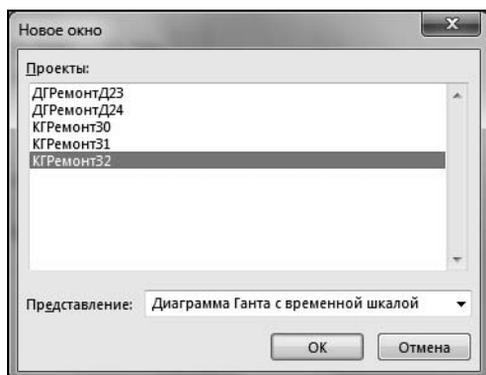

Рис. 8.18. Диалоговое окно команды **Новое окно**
6. Выбрать вкладку **Вид** ленты меню и в области **Окно** щелкнуть левой кнопкой мыши по кнопке **Новое окно**. В результате откроется окно со списком всех открытых проектов (рис. 8.18).
7. Нажав клавишу <Ctrl> и удерживая ее, с помощью левой кнопки мыши выделить проекты, которые должны быть включены в комплексный график (в рассматриваемом примере это **ДГРемонт23**, **ДГРемонт24**, **КГРемонт30**, **КГРемонт31** и **КГРемонт32**), и нажать кнопку **ОК**, а для отказа от формирования комплексного графика — кнопку **Отмена**. Предварительно с помощью раскрывающегося списка **Представление** можно выбрать желаемое представление. В результате выполнения этой команды в новом окне сформируется комплексный график. В него будут включены все файлы, выделенные в показанном на рис. 8.18 окне.
3. Выбрать вкладку **Вид** и в области **Окно** нажать кнопку **Новое окно**. В результате откроется окно со списком всех открытых проектов (см. рис. 8.18).
8. Выбрать вкладку **Вид** ленты меню и в области **Окно** щелкнуть левой кнопкой мыши по кнопке **Новое окно**. В результате откроется показанное на рис. 8.18 окно со списком всех открытых проектов. Выделить в нем все файлы открытых проектов и нажать кнопку **ОК**.